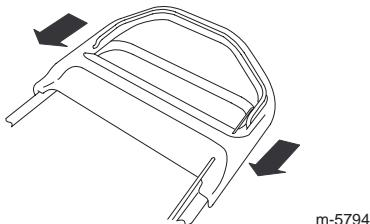

Figure 2
- Poussez le mancheron complètement vers l'intérieur (comme illustré à la Figure 2) et couchez le mancheron sur une surface plane.